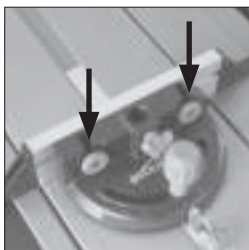

Fig. 22
- Insérez les vis à travers les deux (2) trous de la face verticale de la butée d'onglet et calez-les à l'aide des écrous à serrage à main (Fig. 22).